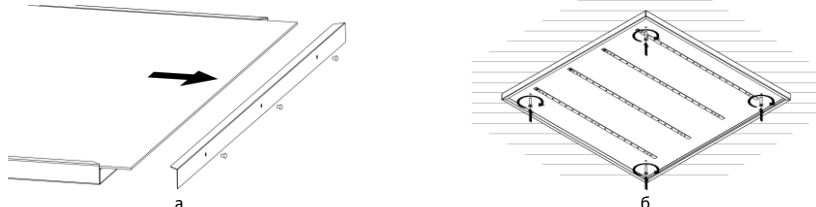

Рисунок 9 — Накладной монтаж светильника Geniled серии Офис, ЛПО.
5.4. **Накладной монтаж.** Установка светильника Geniled на ровную поверхность накладным способом. Для светильников Geniled серии Офис, ЛПО. См. Рисунок 9.
5.4.1. При помощи тонкой отвертки либо другого подходящего подручного инструмента аккуратно извлеките три пластиковые заклепки из съемной боковой крышки. Снимите крышку и извлеките рассеиватель (Рисунок 9, а).
5.4.4. Установите светильник на подготовленное место (Рисунок 9, б). Используйте метизы подходящего диаметра (<5мм).
5.5.1. При помощи тонкой отвертки либо другого подходящего подручного инструмента аккуратно извлеките три пластиковые заклепки из съемной боковой крышки. Снимите крышку и извлеките рассеиватель (Рисунок 9, а).